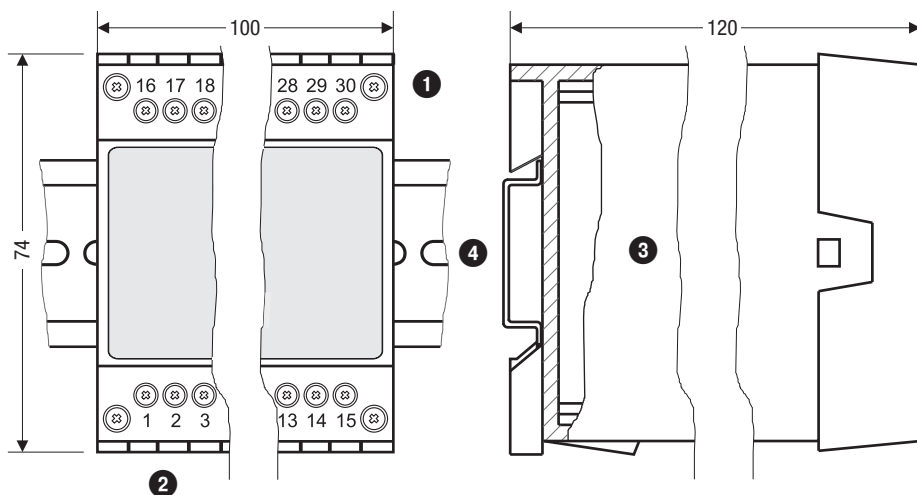

Fig. 1
Les régulateurs de niveau NRR 2-52, NRR 2-53 sont encliquetés dans l'armoire de commande sur une barre de support type TH 35, EN 60715. **Fig. 1 ④**